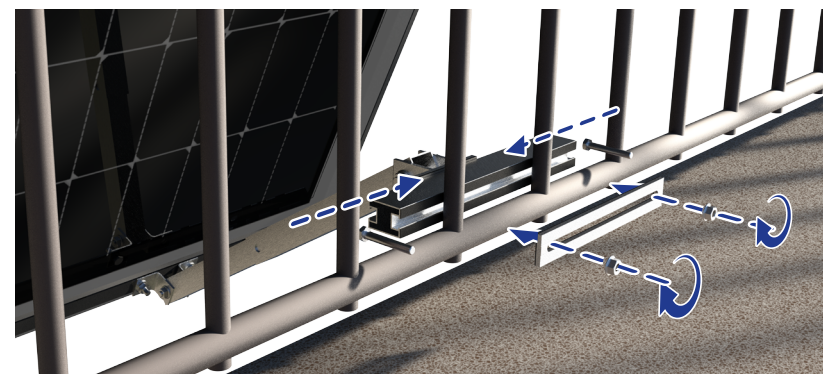

Fig. 7
11. Inserire la testa dei bulloni della piastra di fissaggio nel binario del profilato metallico (↻Fig. 7)
12. Allineare la piastra di fissaggio ai bulloni inseriti nel binario del profilato (↻Fig. 7)
13. Avvitare il dado flangiato per fissare la staffa al balcone (↻Fig. 7)